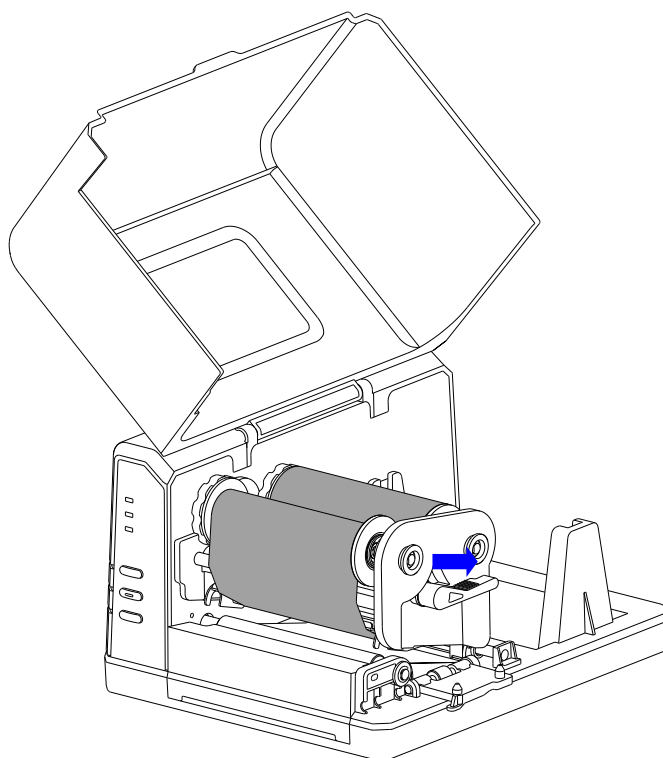

图 2-7
- 向外拉起碳带回收端的碳带释放钮, 将卷好碳带的空卷芯绕过打印模组, 卡入碳带回收端, 确保碳带回收端左压盘上的两个长条形凸起卡入空卷芯左侧的两个卡口中。如图 2-7 所示。